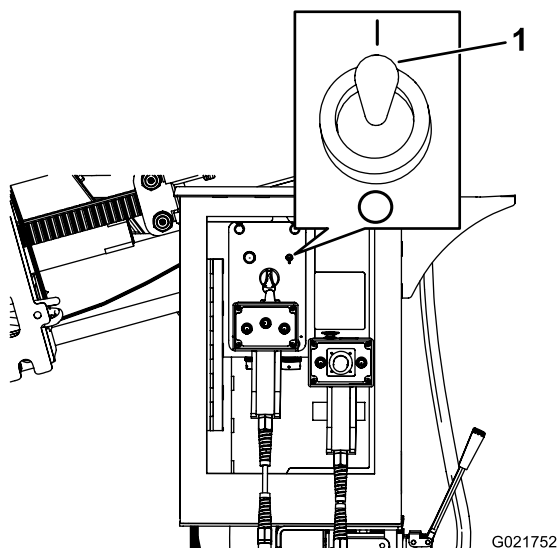

Рисунок 156
6. Переведите переключатель съемного поливного шланга в положение «Вкл.» (Рисунок 156).